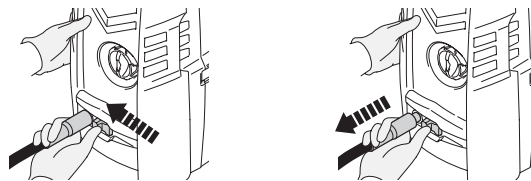

Fig. 26
10. Appuyez sur le bouton de déblocage du tuyau haute pression (15), puis séparez celui-ci de la sortie d'eau (4) en tirant dessus (Fig. 26).